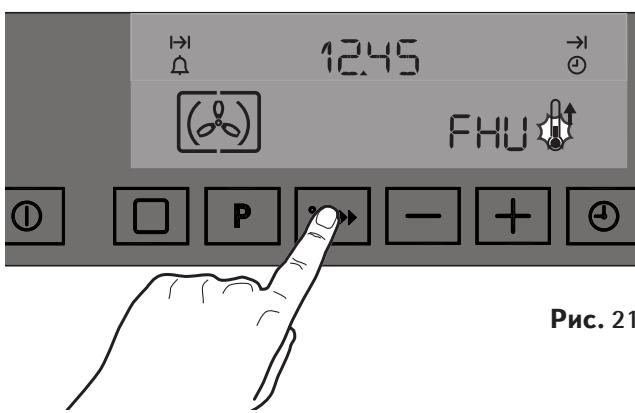

Рис. 21
4. Коснитесь клавиши “Функция быстрого разогрева” [ $\text{°C}\leftrightarrow$ ]. На дисплее высветится символ “FHU” (РЗГ) (Рис. 21).